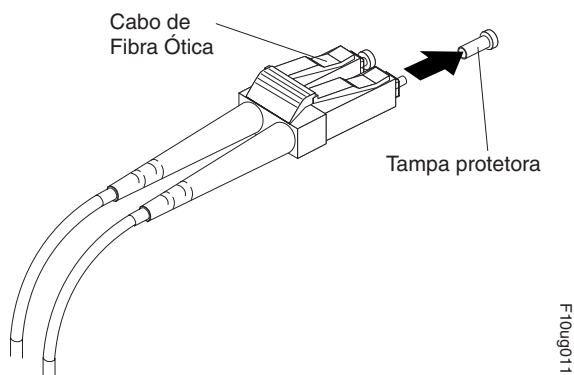

Figura 24. Removendo as Tampas dos Cabos de Fibra Ótica
1. Remova a tampa protetora do cabo de fibra ótica. Consulte Figura 24 na página 56.